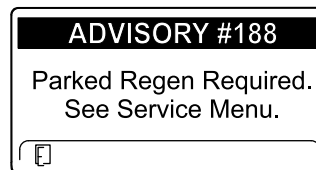

Figura 50
- Richiesta di rigenerazione parcheggiata ADVISORY #188 (Figura 50)